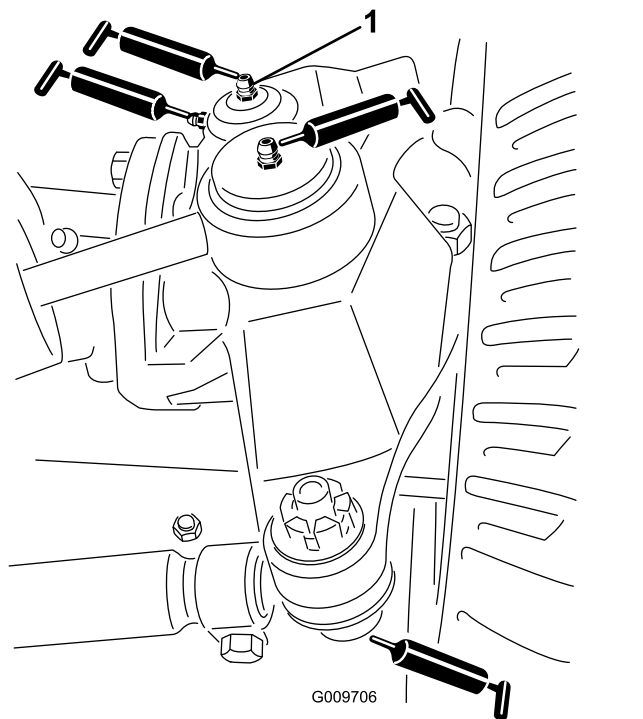

図 71
- ステアリングシリンダのボールジョイント 2ヶ所 図 71
- タイロッドのボールジョイント 2ヶ所 図 71
- キングピンのブッシュ2ヶ所 図 71。但しキングピン上部は1年に1回のみポンプ2回押しのみとする。